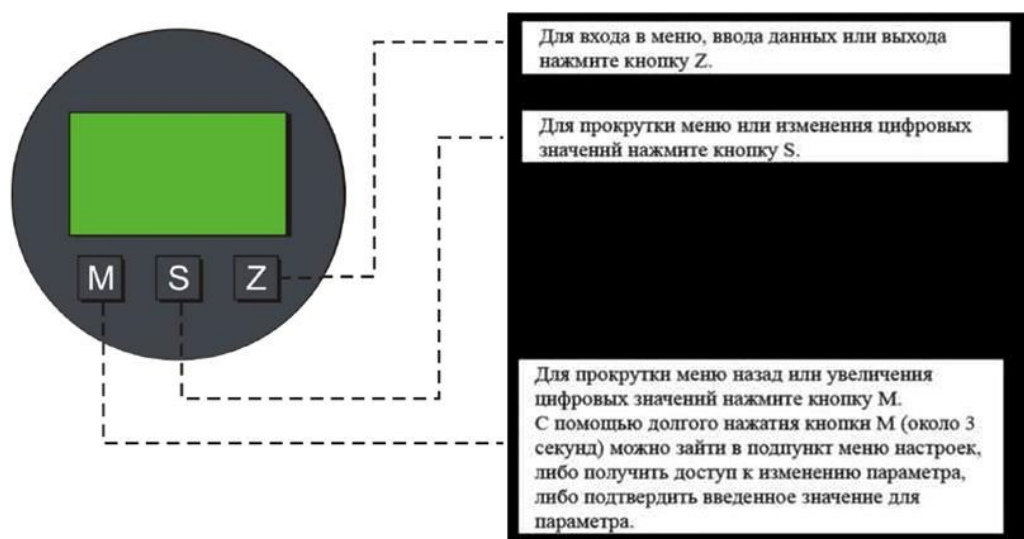

Рис.6. Кнопки клавиатуры
- 4.2.1. Изменение настроек расходомера осуществляется с помощью кнопок на передней панели М, S и Z (рис.6).